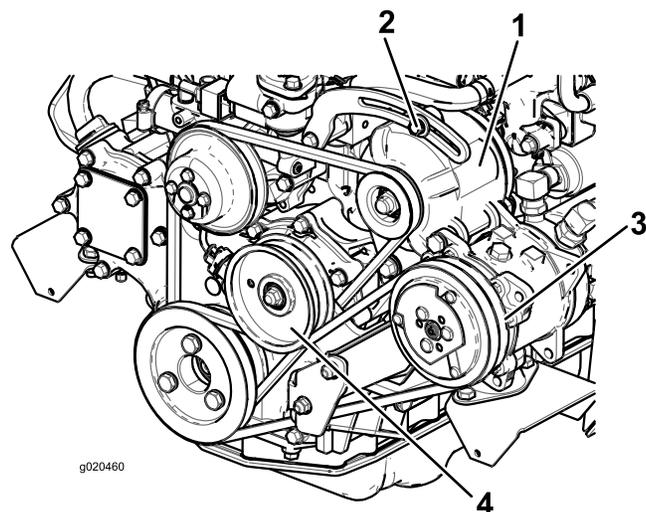

Figure 64
2. Si vous n'obtenez pas une flèche de 10 mm, desserrez les boulons de fixation de l'alternateur (Figure 64).